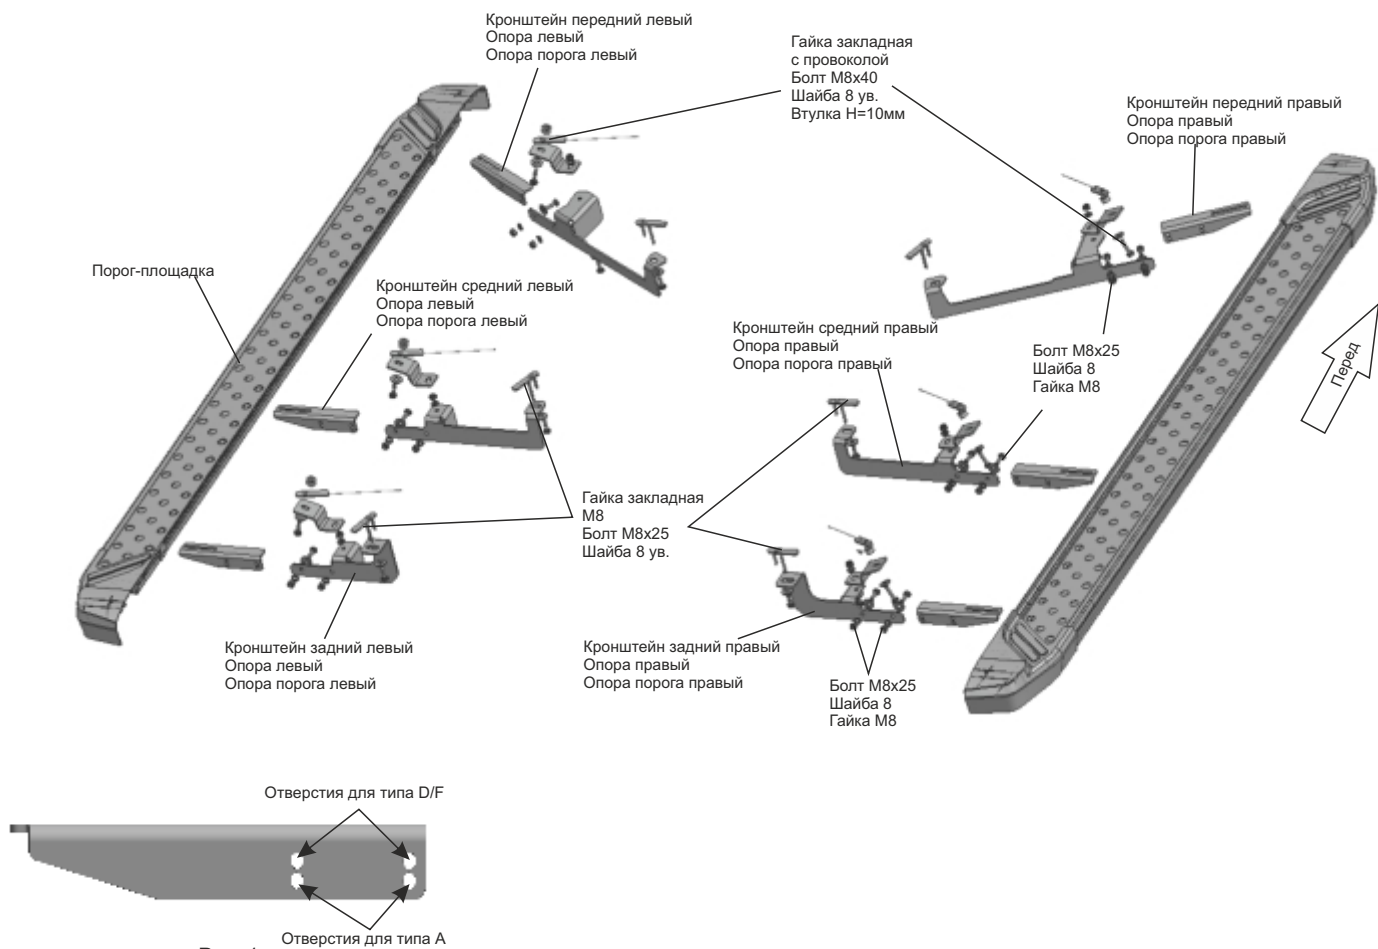

Рис. 1
8. Скрепить между собой опоры порога и кронштейны болтами М8х25 с шайбами 8 и гайками М8. (Рис.1, Рис. 12)